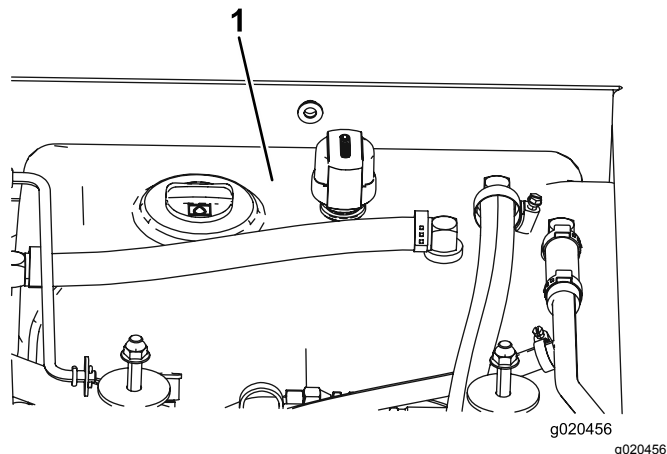

Figura 105
4. Llene el depósito (Figura 105) con fluido hidráulico; consulte Comprobación del fluido hidráulico (página 76).